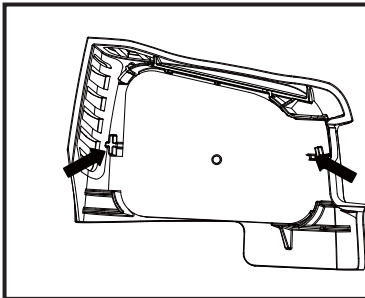

Fig. 31
- Coloque el filtro en su lugar, asegurándose de asentarlo correctamente sobre la tapa del filtro de aire. Instalar el filtro correctamente reducirá la probabilidad de que el motor se desgaste por culpa de que entre suciedad en él (Fig. 31).